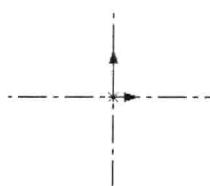

图 4.2 绘制中心线
(1) 绘制中心线。
① 选择命令。选择下拉菜单 **工具(T)** → **草图绘制实体(S)** → **中心线(C)** 命令。
② 绘制中心线。绘制经过原点的水平和竖直中心线（两条中心线都是无限长的），结果如图 4.2 所示。